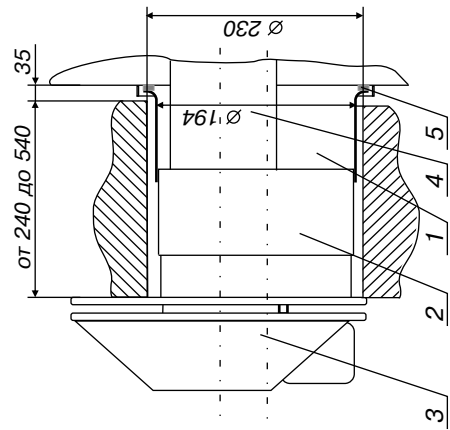

Рис. 7
6.3.3. **Для апарата потужністю 7 квт.** Установити газохід зовнішній п.3 (рис.7) на зовнішню поверхню стіни горизонтально по осі каналу, сполучивши при цьому вставку п.2 і повітряхід п.1. (розриви в з'єднаннях не допускаються), і зафіксувати дерев'яними клинами.
6.3.7. Установити патрубок димоходу п.8, рис.4 (або п.4, рис.7, залежно від моделі апарата), на його газохід і зафіксувати його.